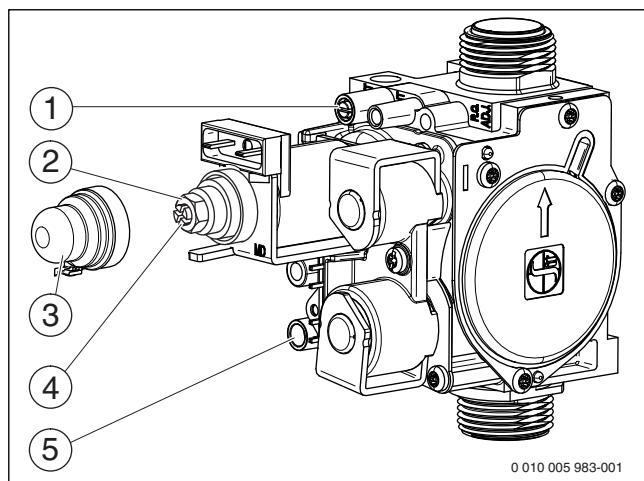

Рис. 32 Газовая арматура
- ▶ Отверните уплотнительный винт штуцера измерения давления на форсунках (рис.32, [1]) и подсоедините U-образный манометр.
- ▶ Снимите крышку (рис.32, [3]).
- ▶ Значение «*min*» давления (мбар) на форсунках приведено в таб. на стр. 42. Установите давление на форсунках регулировочным винтом минимального расхода газа (рис.32, [4]).
- ▶ Выключите котёл и закройте газовый кран, отсоедините манометр и заверните уплотнительный винт (рис.32, [1]).
- ▶ Отверните уплотнительный винт на штуцере измерения подаваемого давления газа (рис.32, [5]) и подсоедините манометр.
- ▶ Установите и опломбируйте крышку (рис.32, [3]).